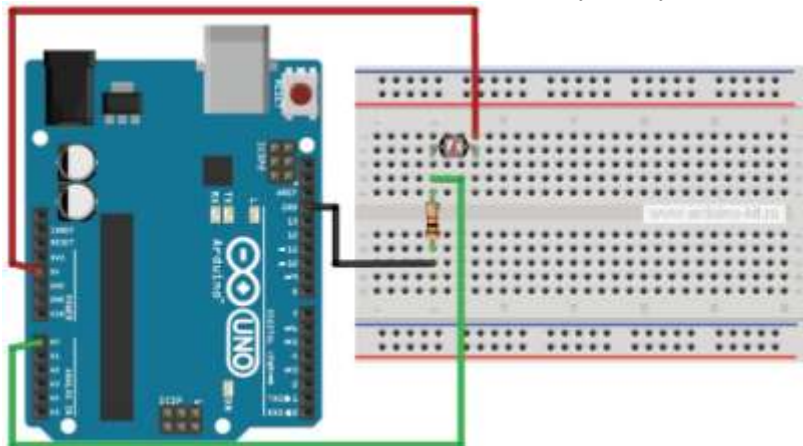

Рисунок 17
Распространённое использование фоторезистора – измерение освещённости. В темноте его сопротивление довольно велико. Когда на фоторезистор попадает свет, сопротивление падает пропорционально освещенности. Схема подключения фоторезистора к Arduino показана на рис. 17. Для измерения освещённости необходимо собрать делитель напряжения, в котором верхнее плечо будет представлено фоторезистором, нижнее – обычным резистором достаточно большого номинала. Будем использовать резистор 10 кОм. Среднее плечо делителя подключаем к аналоговому входу A0 Arduino.
1. Подключаем фоторезистор по схеме на рис. 17.